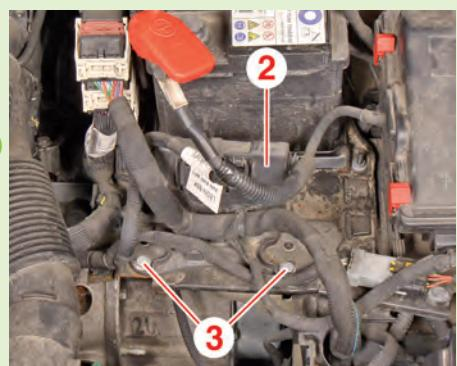

Fig.2
- Si nécessaire (Fig.2) :
- Dégrafer les faisceaux électriques du support (2).
- Déposer les vis (3) à l'aide de la clé [1].